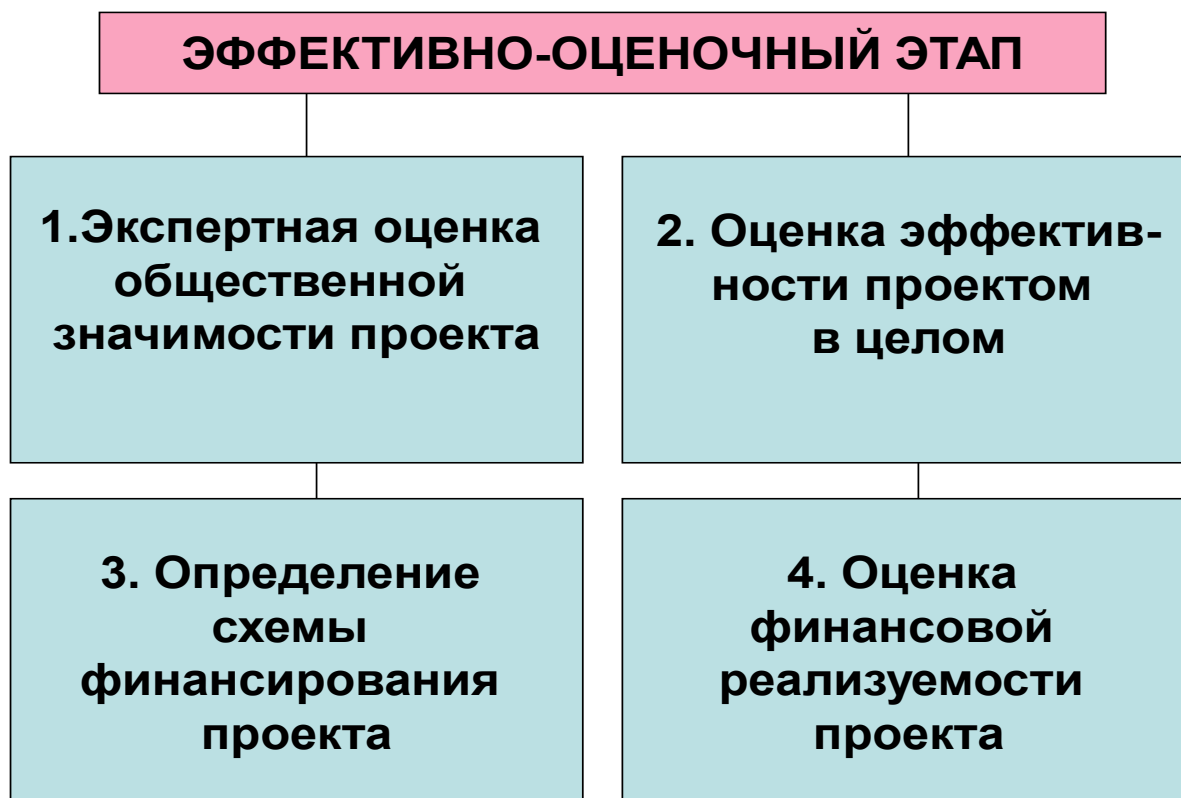

Рис. 27. Оценка эффективности проекта
**Семнадцатый этап (эффективно-оценочный)** - предполагает оценку эффективности проекта. (См. рис. 27).